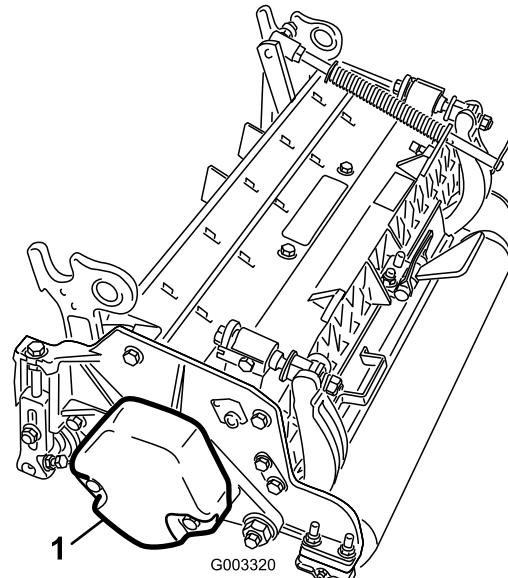

Figure 11
**Remarque:** Déposez le contrepoids (Figure 11).